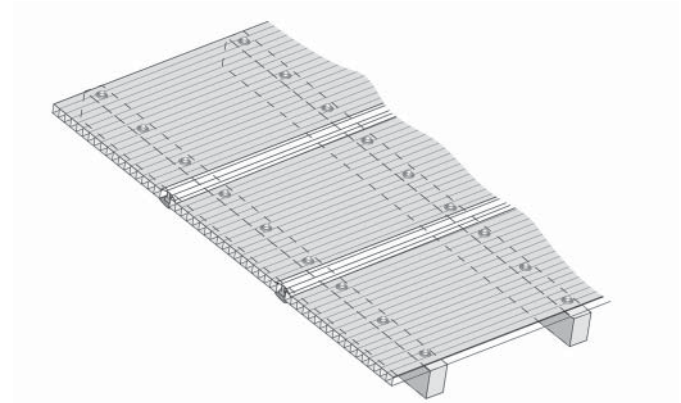

Рисунок 12. Схематическое изображение установки крыши с применением винтовых зажимов
1. Листы крепятся к опорным конструкциям посредством винтов с зажимными гайками, винты располагаются на расстоянии 500 мм друг от друга (Рисунок 12).